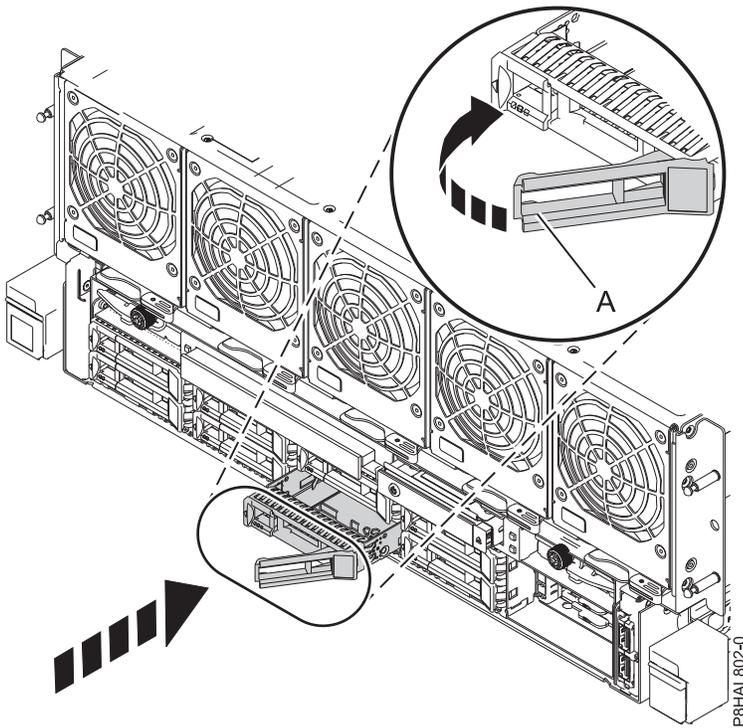

Abbildung 13. Plattenlaufwerk in einem System vom Typ 8408-44E oder 8408-E8E installieren
4. Entriegeln Sie den Griff (A) des Laufwerks, indem Sie ihn zusammendrücken und zu sich hin nach außen ziehen. Wird der Griff nicht ganz nach außen gezogen, lässt sich das Laufwerk nicht in das System einschieben. Siehe Abb. 13 auf Seite 22.
8. Wenn die Kennzeichnungs-LED blinkt, schieben Sie das Laufwerk ganz in den Steckplatz ein und drücken den Griff des Laufwerks (A) ein, bis er einrastet. Siehe Abb. 13 auf Seite 22.